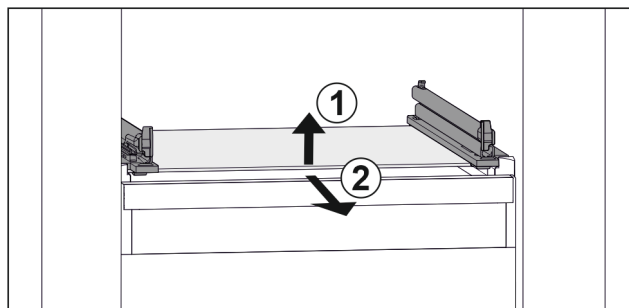

Fig. 61 玻璃隔板例图
- 抬起玻璃隔板前部。 Fig. 61 (1)
- 向前取出玻璃隔板。 Fig. 61 (2)